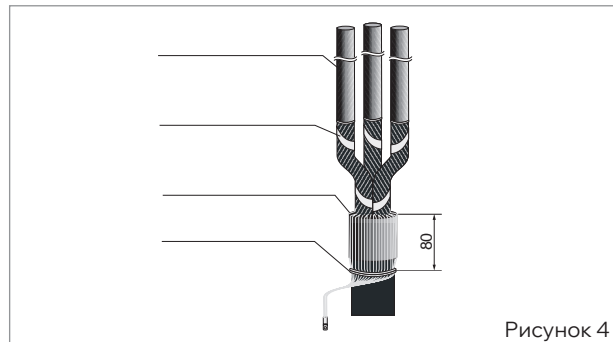

Рисунок 4
■ Собрать проволоки экрана, заплести их в косичку и оконцевать наконечником (рис. 4).